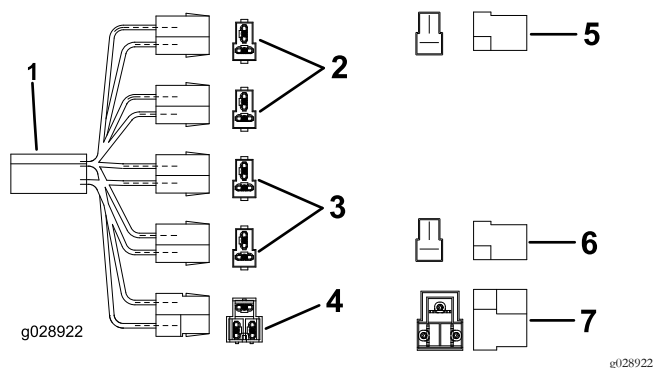

Figura 5
- Conecte el conector del cable al arnés de cables principal de la máquina (Figura 5).
- Conecte un conector negro y verde al conector del intermitente trasero y el conector negro, rojo y naranja al conector de la luz de freno trasera (Figura 5).
7. Conecte la luz de matrícula a los cables conectores. Consulte Figura 5).